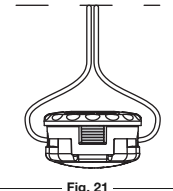

Fig. 21
2. Prévoyez 3,2 m (10,5 pieds) de ligne de coupe. Poussez un bout de la ligne dans des œillets jusqu'à ce qu'elle ressorte par l'œillet de l'autre côté. Continuez à pousser ou tirer sur la ligne jusqu'à ce que vous obteniez deux bouts d'environ 1,5 m (5 pieds) de chaque côté de la tête de coupe. (Fig. 21)